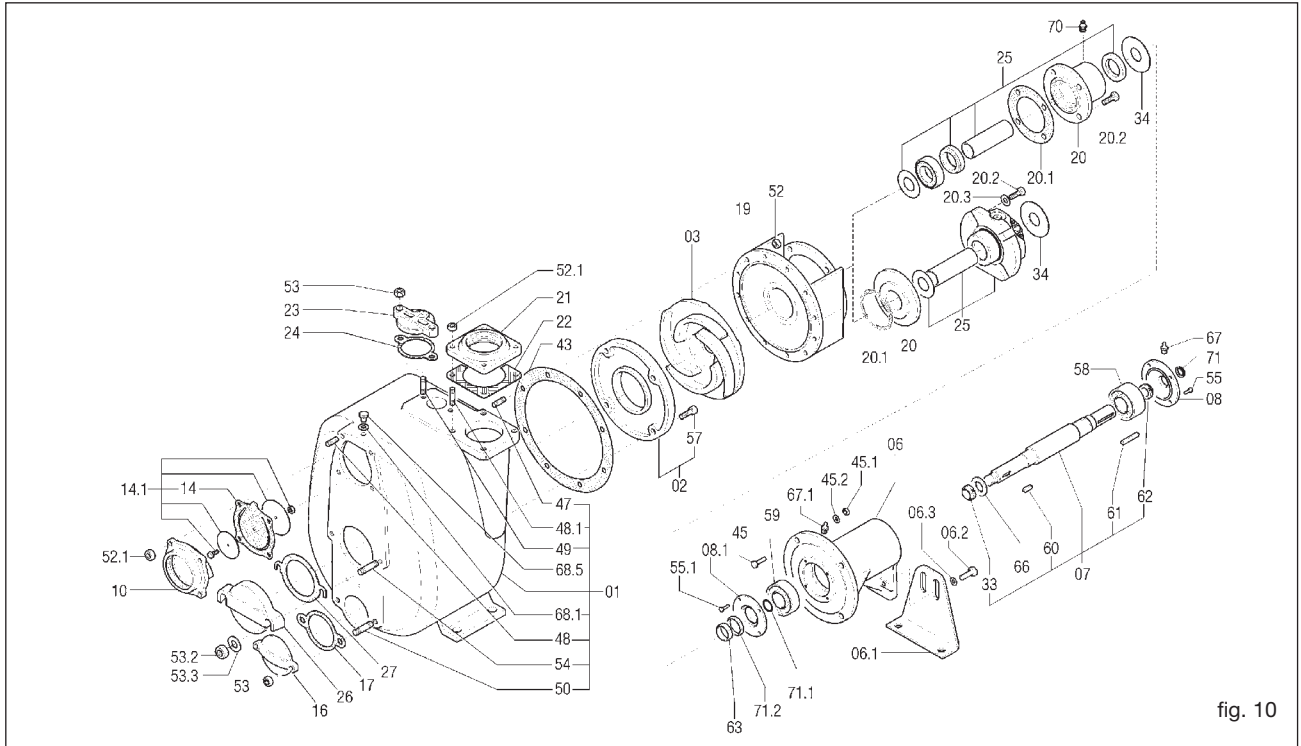
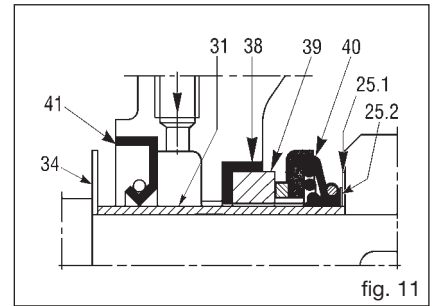
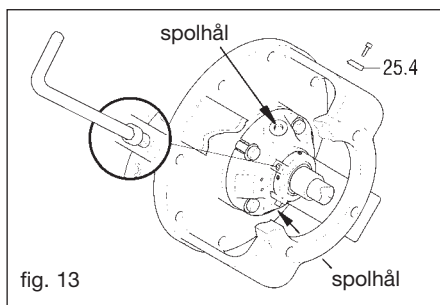

fig. 10
fig. 11
fig. 13
Sugledningen måste ha en diameter som är lika med den för pumpens sugmunstycke (för större diameter konsultera Varisco). Undvik, om möjligt, kurvor, rörböjningar och flaskhalsar som kan begränsa vätskeflödet till pumpen. Montera inte bottenventilen: Pumpen är försedd med en införlivad backventil (14) (fig. 10).
Som ett exempel visas en sprängskiss (fig. 10).
13.2 Byte av pumphjulet (fig. 10)
- Skruva loss muttrarna (52) och ta bort pumpkroppen. Försök att undvika att skada packningen (43).
- Blockera pumphjulet (03) och skruva loss den självlåsande muttern (33).
- Byt eventuellt ut packningen (43).
13.3 Byte av ventilen (fig. 10)
- Skruva loss skruvarna med huvud med sexkanthål (57)
- Ta bort och byt ut slitplattan (02)
- Byt eventuellt ut packningen (43)
13.4 Byte av ventilen (fig. 10)
- Dra ut ventilhållaren (10)
- Rengör ventilhållarens ventilsäte (10) och montera tillbaks det
13.5 Byte av tätningen av typ 1 - 2 - 3 (referens fig. 10, 11, 12)
- Blockera pumphjulet (03) och ta bort den självlåsande muttern (33).
- Dra ut motorhållaren (19). Tillsammans med denna dras även tätningens roterande del (40), som är monterad på distanselementet (31), ut automatiskt
- Dra ut bakstycket (39) med tillhörande packning (38) från motorhållaren
- Demontera oljetätningen (41)
13.6 Byte av tätning av typ 4 - 5 (referens fig. 10, 13, 14, 15, 16)
- Skruva loss muttrarna (52) (fig. 10) och ta bort pumpkroppen. Försök att undvika att skada packningen (43).
- Fäst lägesställarna (25.4) för att låsa tätningen i de speciella sätena (fig. 13).
- Ta bort lägesställarna (25.4) (fig. 13) för att låsa tätningen och fäst dem i de speciella hålen i flänsen för återanvändning vid demontering.
- I alla modeller måste avståndet mellan toppen på pumphjulets blad och slitplattans plan ligga mellan 0,3 - 0,6 mm (fig. 19). I modell 12" måste avståndet mellan pumphjulet och den främre och den bakre slitplattan ligga mellan 0,6 - 1 mm (fig. 22). För att erhålla detta måste måtten A och B i fig. 17, 18, 20 och 21 vara så lika som möjligt. För detta ändamål används kompensationsringar (25.2) (fig 11) som är försedda med reservtätning. Dessa ringar används för att flytta fram pumphjulet om det är för långt från den främre slitplattan eller för nära den bakre slitplattan (när sådan finns). Kompensationsringarna ska monteras mellan tätningshållarringen (25.1) (fig. 11) och pumphjulet. Ytterligare justeringar kan göras med kroppens packningar och den bakre slitplattan. Placeringen av packningen (43) (fig. 10) med en tjocklek på 0,5 mm bestämmer det önskade avståndet (fig. 19).
13.8 Underhåll av lagren (fig. 10)